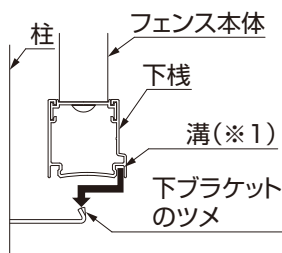

図3-5 図はプレスタフェンスを示しています
①下柵の溝(※1)に下ブラケットのツメが入るようにフェンス本体を取付けてください。(図3-5参照)
●図3-5の下柵はライシスフェンス、プレスタフェンスも同様の納め方です。